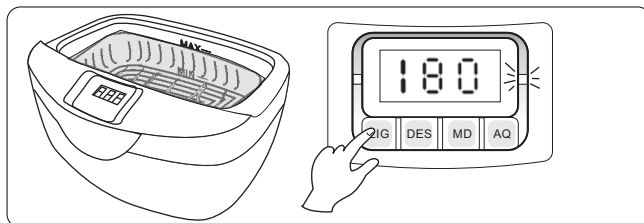
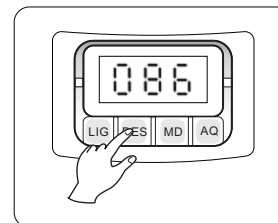

Fig. 14
Fig.15
- 7▶ Pressione a tecla **LIG** para iniciar a limpeza (Fig. 14), neste momento o operador ouvirá o ruído típico do funcionamento do equipamento, ou seja, a cavitação. Para interromper o ciclo temporariamente pressione a tecla **DES** (Fig. 15), para retomar a limpeza pressione **LIG** novamente.